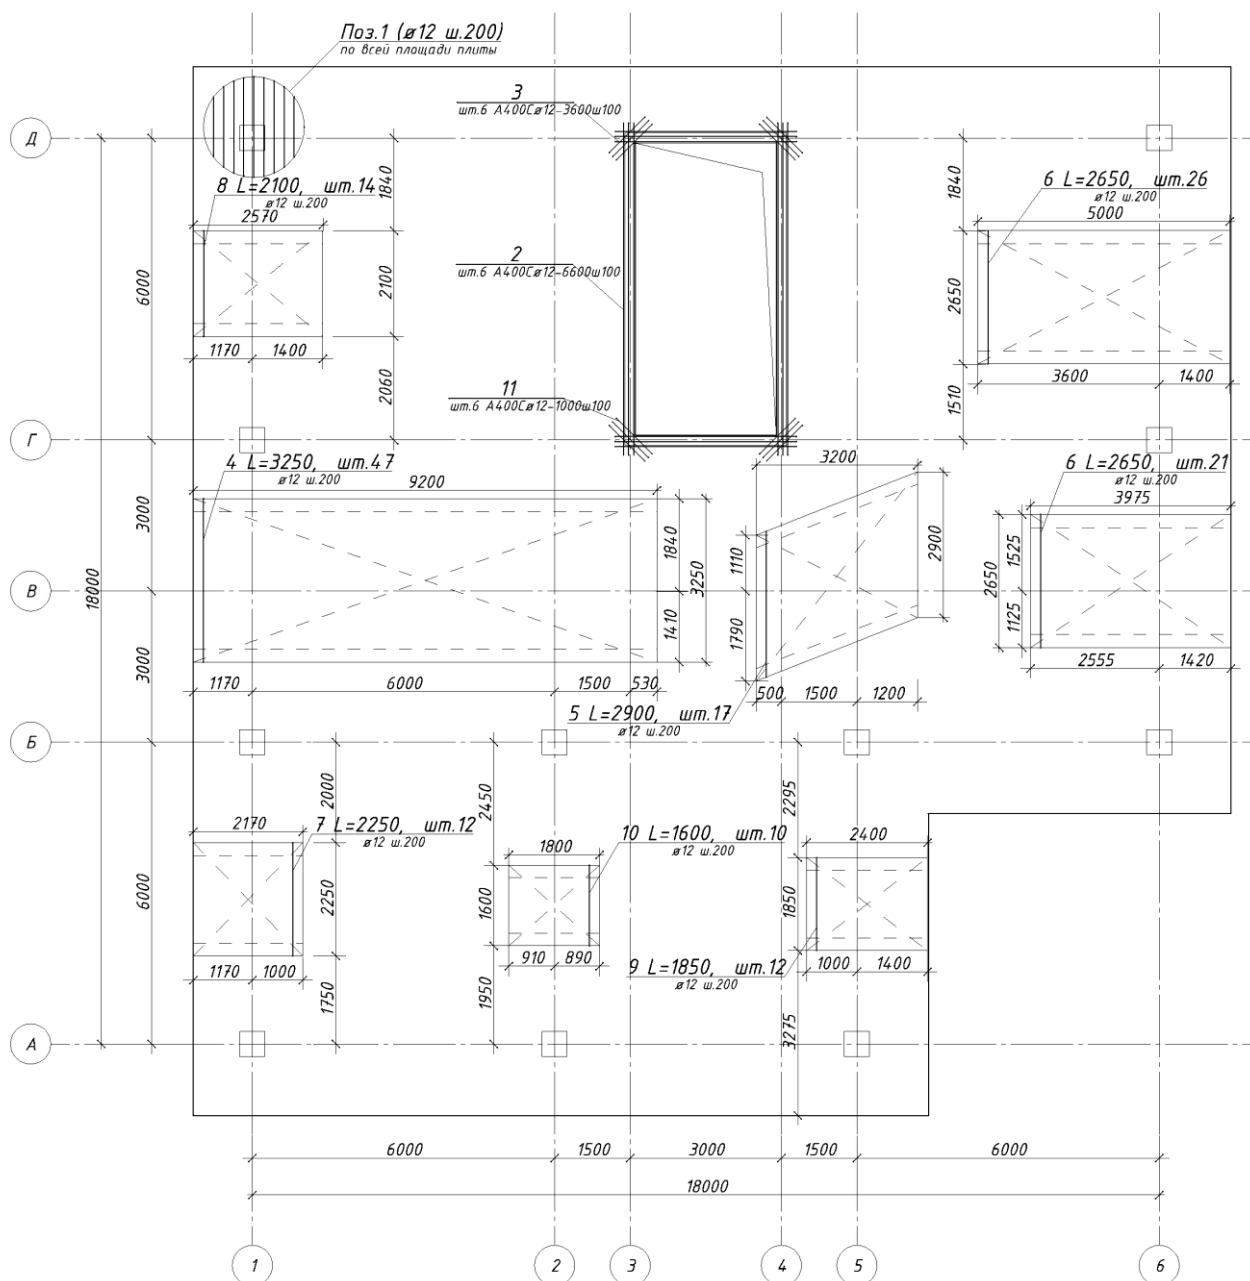

Рис.6.38. Схема расположения нижней арматуры по направлению Y с привязкой участков к осям
- Выполните образмеривание всех участков дополнительного армирования (рис.6.38).